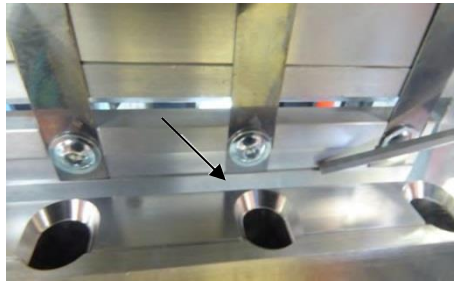

Fig. 33: Justering underkant
- Vær oppmerksom på den fluktede justeringen av kniven til underkanten (fig. 33)